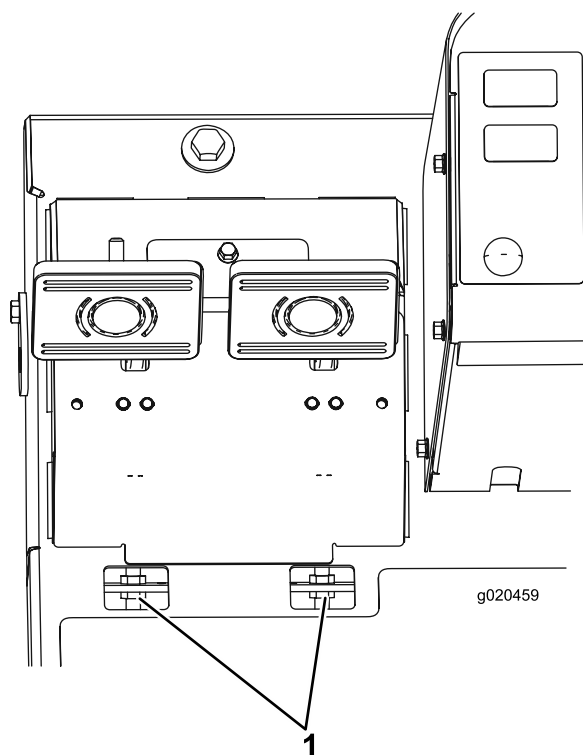

Figure 92
- B. Desserrez l'écrou avant sur l'extrémité filetée du câble de frein (Figure 92).